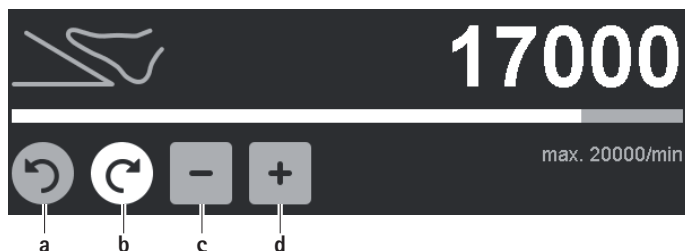

Fig. 6 Alterar o limite superior da gama de rotações/sentido da rotação
- ▶ Alterar o sentido de rotação (exceto perfurador GA844): Premir a tecla, cinzenta e inativa, do sentido de rotação Marcha à direita/Marcha à esquerda **a/b**, ver Fig. 6.